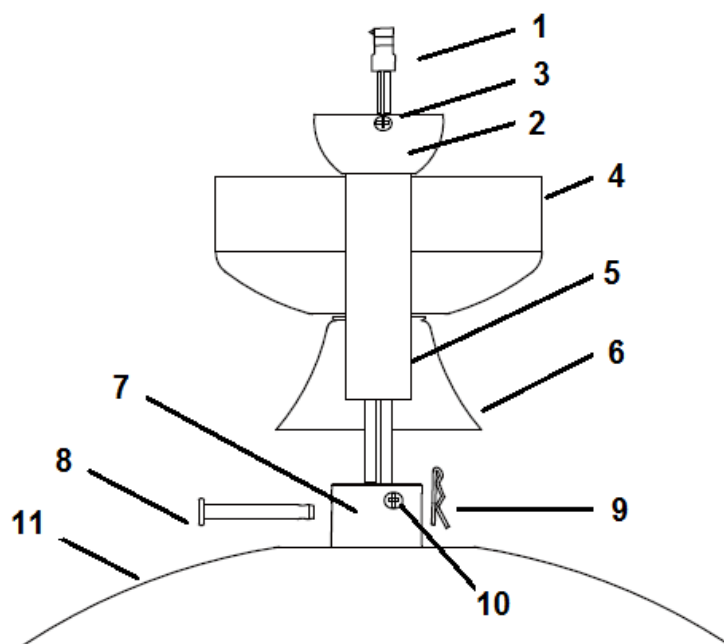

Abb. 4
**MONTAGE DES VENTILATORS****MONTAGE DER DECKENSTANGE (Abb. 4)**
1. Lösen Sie die Befestigungsschraube (3), um das Kugelgelenk (2) und den Spannstift von der Deckenstange (5) zu entfernen.